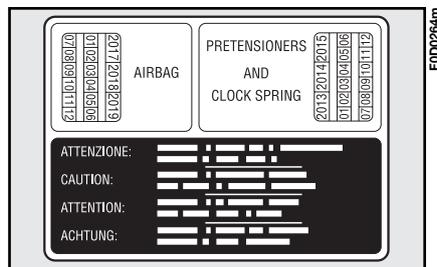

fig. 17
*Il pretensionatore è utilizzabile una sola volta. Dopo che è stato attivato, rivolgersi alla Rete Assistenziale Fiat per farlo sostituire. Per conoscere la validità del dispositivo vedere la targhetta ubicata sul montante porta anteriore sinistra zona cerniere (fig. 17) all'avvicinarsi di questa scadenza rivolgersi alla Rete Assistenziale Fiat per eseguire la sostituzione del dispositivo.*